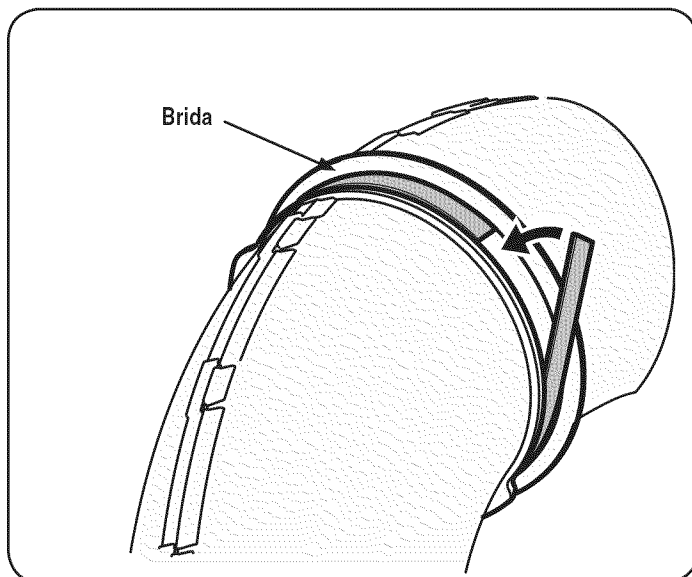

Figura 27
16. Pelar el respaldo fuera de la franja de espuma auto-adhesivo (721-04388) que ha sido incluida con el colector de césped. Aplique a la tolva superior, a ras con la brida como se muestra en la figura. 27.